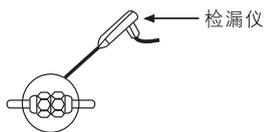

图33
- 原理图 33
- 3 用⑫塑料绝缘带把铜管和连接电缆包起来。
- 4 在接口处用检漏仪或者肥皂水来检查是否有泄漏。(如图33)